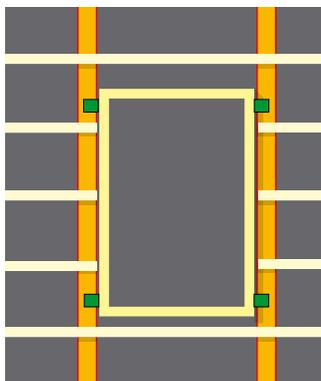

Рис. 1
- для установки на стропилах это расстояние должно быть на 2-5 см больше, чем ширина окна. Например, если расстояние между стропилами 80 см, то ближайшая ширина подходящего окна – 78 см (рис. 1);